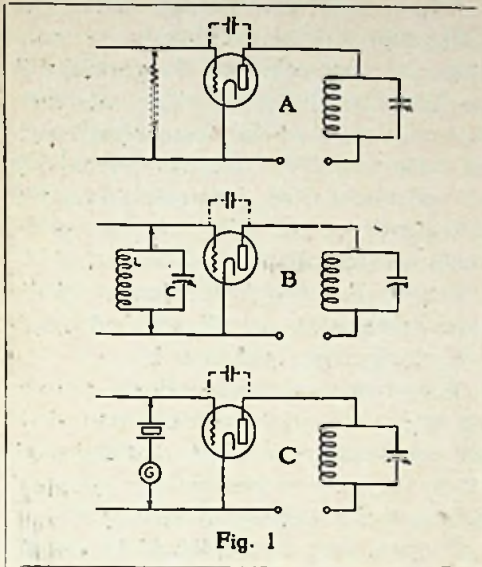

Fig. 1
troden-capaciteit eener lamp kan geen oscillaties verwekken, zoo lang de roosterkring een zuivere weerstand is (fig. 1
A). Met een afgestemden LC-kring tusschen rooster en kathode (fig. B) heeft men de bekende tptg-schakeling (tuned plate tuned grid = Huth-Kühn-schakeling). Het is de met resonantieverschijnselen begaafde impedantie van den trillingskring LC, die het ontstaan van trillingen in deze schakeling mogelijk maakt. Zoo vormt in het schema van den kristaloscillator (fig. 1 C), waarin alleen de gebruikelijke lekweerstand niet is geteekend, het kristal de in den roosterkring vereischte impedantie.